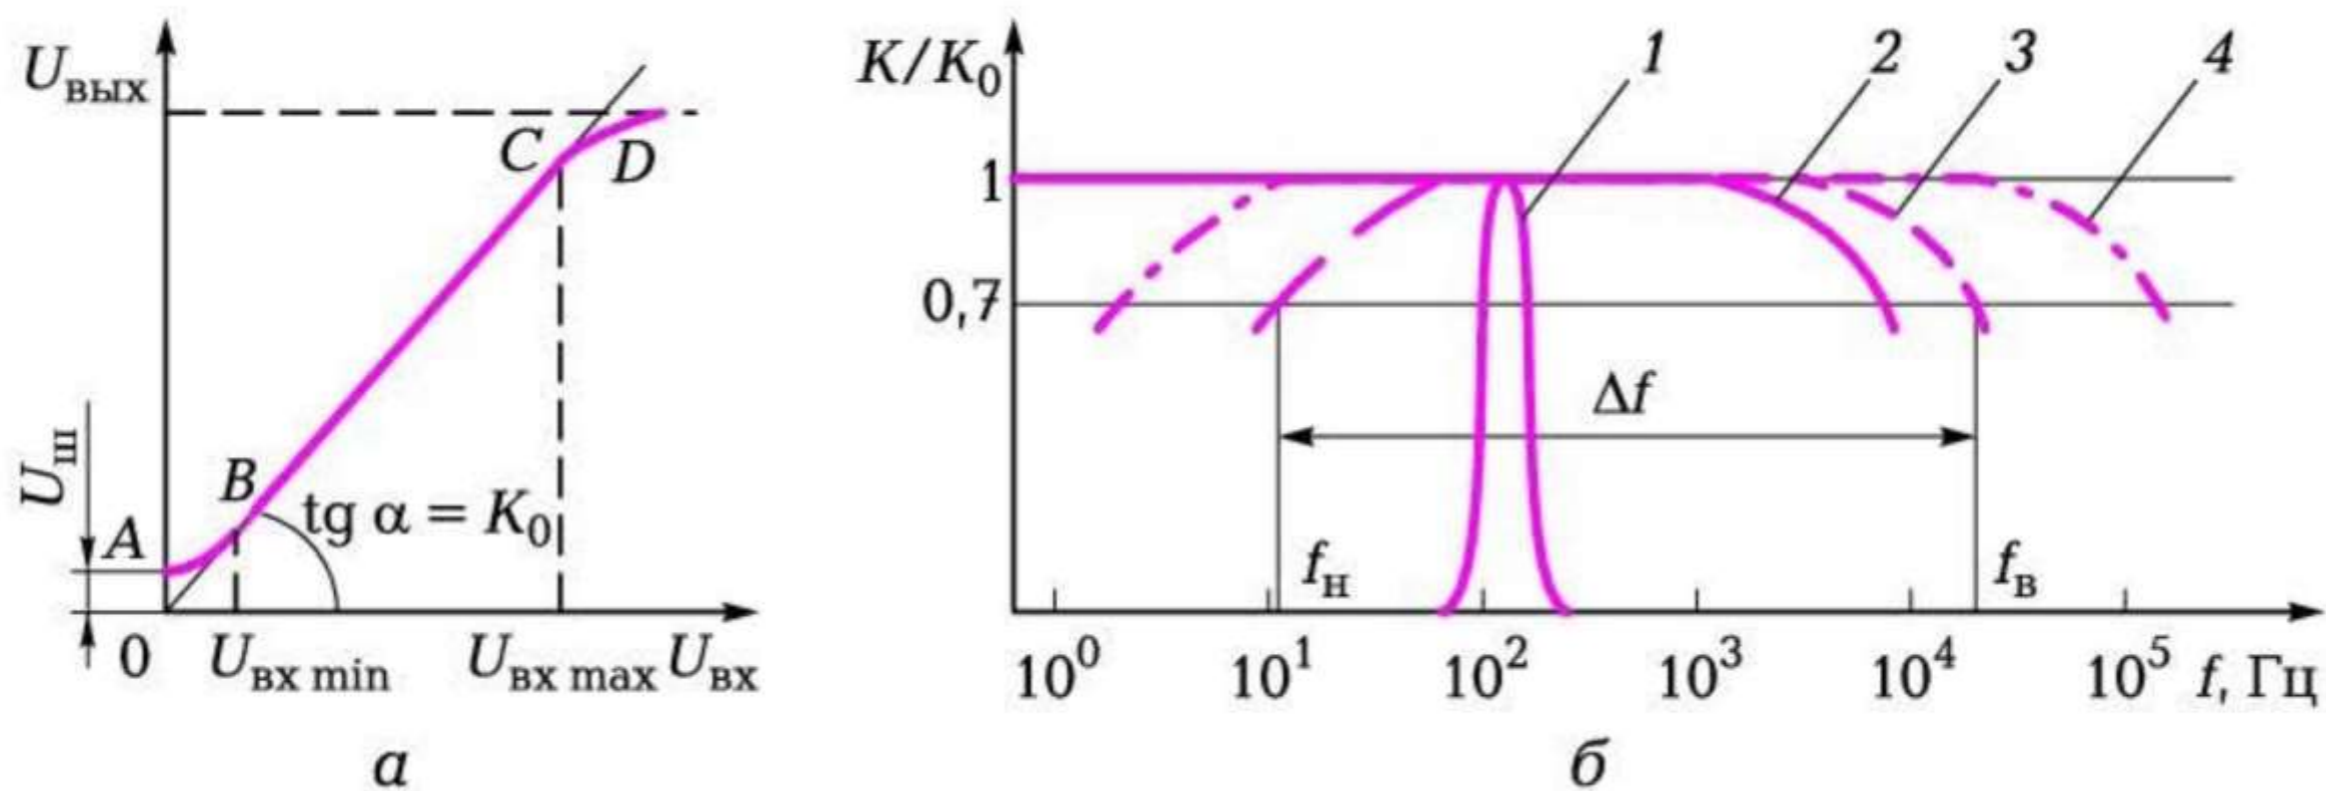

Рис. 6.31. Характеристики усилителя: а — амплитудная; б — частотные для ИУ (кривая 1), УПТ (2), УНЧ (3) и ШУ (4)
- *амплитудной характеристикой* $U_{ВУХ} = f(U_{ВХ})$, которую снимают при средней частоте (рис. 6.31, а). Точка А соответствует $U_{ВХ} = 0$, когда на выходе $U_{ВУХ} = U_{ВХ}$ (напряжение шума); точка В — $U_{ex min}$; отрезок ВС соответствует линейному диапазону работы усилителя и определяет коэффициент усиления на средней частоте $K_0 = tg \alpha$; точка D — максимальному напряжению на входе, при котором нелинейные искажения не превышают заданного уровня (например, 5%);
- *частотной характеристикой* $K/K_0 = \psi(f)$, которая снимается в линейном диапазоне при неизменном входном сигнале и обычно изображается в логарифмическом масштабе (рис. 6.31, б). Частотная характеристика показывает, что постоянным отношение K/K_0 остается только в определенной области частот. Диапазон между нижней (f_n) и верхней (f_v) частотами определяет полосу пропускания усилителя $\Delta f = f_v - f_n$, которая находится на уровне 0,7 от максимального отношения K/K_0 .